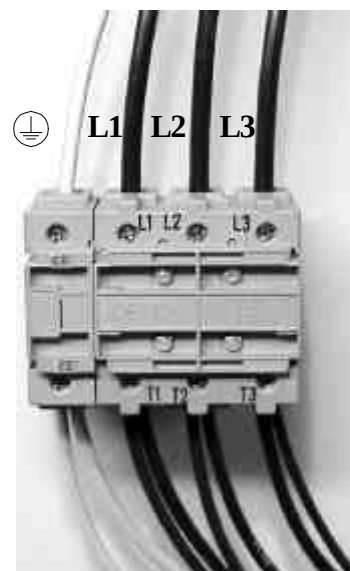

fig. 22
- Connect the supply phases **L1, L2, L3** and the Ground wire to the Switch Disconnecter terminals see **fig. 22**. Be careful with the position of the Ground wire.
- Conectar las fases de alimentación **L1, L2, L3** y el conductor de Tierra a los bornes del Interruptor Seccionador según **fig. 22**. Prestar atención a la posición del conductor de Tierra.
- Connecter les phases d'alimentation **L1, L2, L3** et le câble de mise à Terre aux bornes de l'Interrupteur Sectionneur suivant **fig. 22**. Faire attention à la position du câble de mise à Terre.